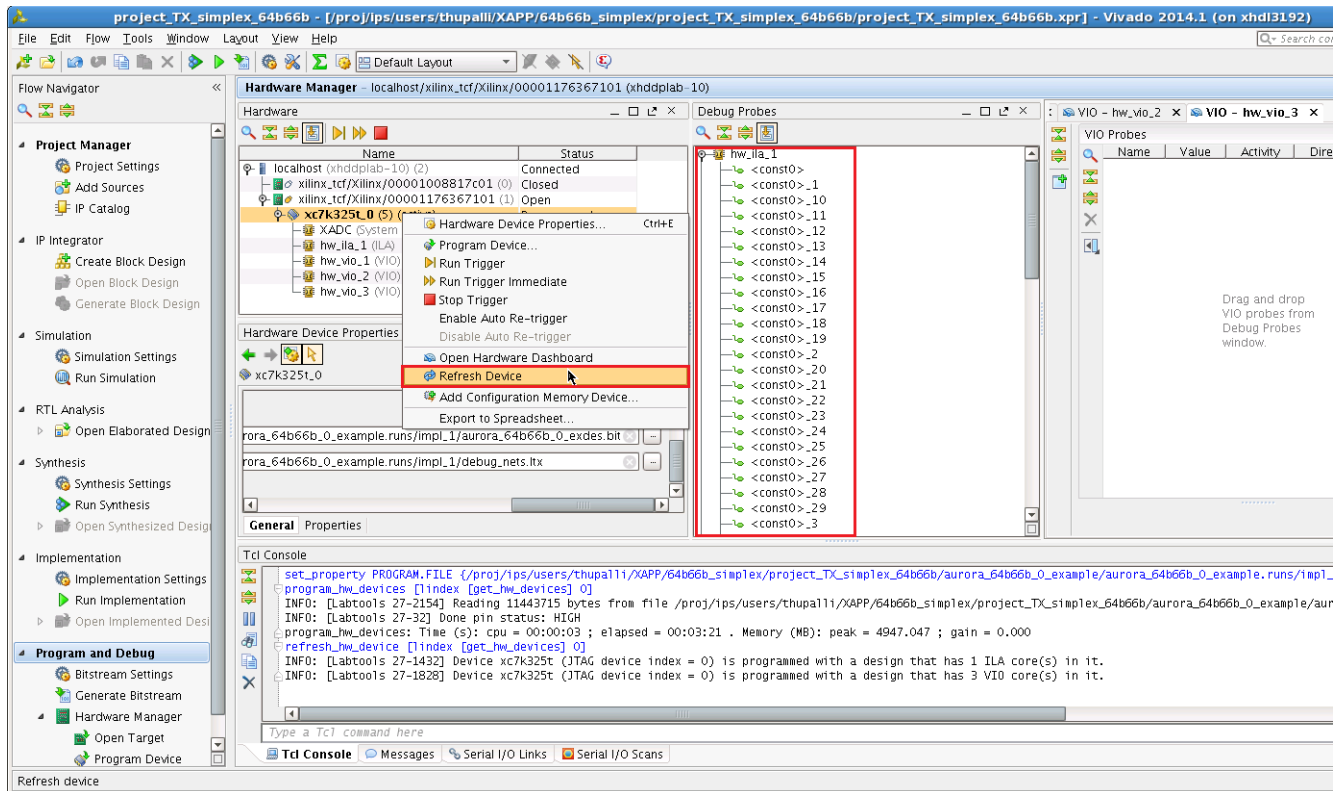

図 23 : [Refresh Device] の選択
13. プログラムが完了したら [Hardware] ビューでプログラムされたターゲット デバイスを右クリックし、[Refresh Device] をクリックします (図 23)。